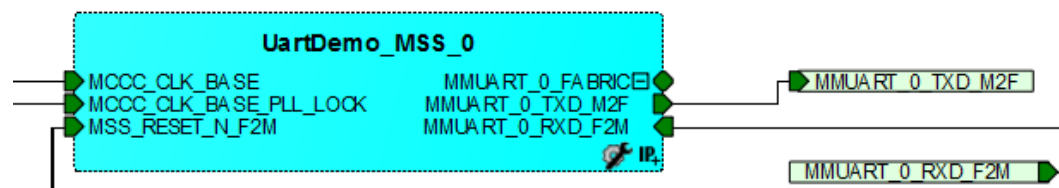

图 6.6 编辑工程 (1)
(1) 在打开的环境界面中，双击画布中如图 6.6 中的“UartDemo_MSS_0”，弹出配置界